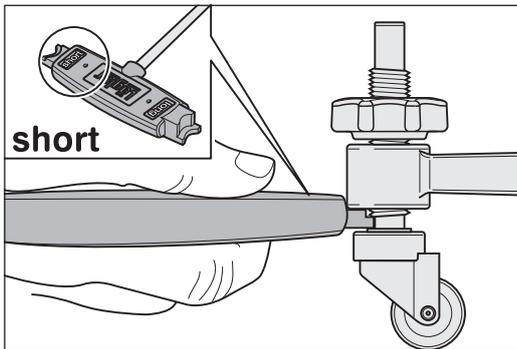
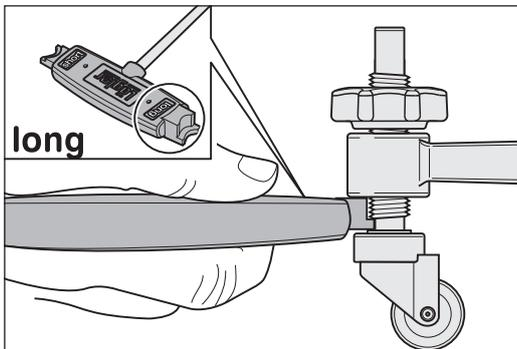

Abb. 57 Standardeinstellung für den **kurzen Vorsatz** und den **Eckenvorsatz**.
Abb. 58 Standardeinstellung für den **langen Vorsatz**.
- 3 Halten Sie die Einstellmarke des Universalschlüssels, die dem verwendeten Vorsatz entspricht, zwischen die Lenkrolle und das Ventilatorgehäuse. Die Schriftzüge des Schlüssels müssen dabei von oben lesbar sein (Abb. 57 und Abb. 58).
- 4 Drehen Sie nun die Lenkrollenachse in die gewünschte Richtung, bis die Einstellmarke am Ventilatorgehäuse und der Lenkrolle anliegt (Abb. 57 und Abb. 58).